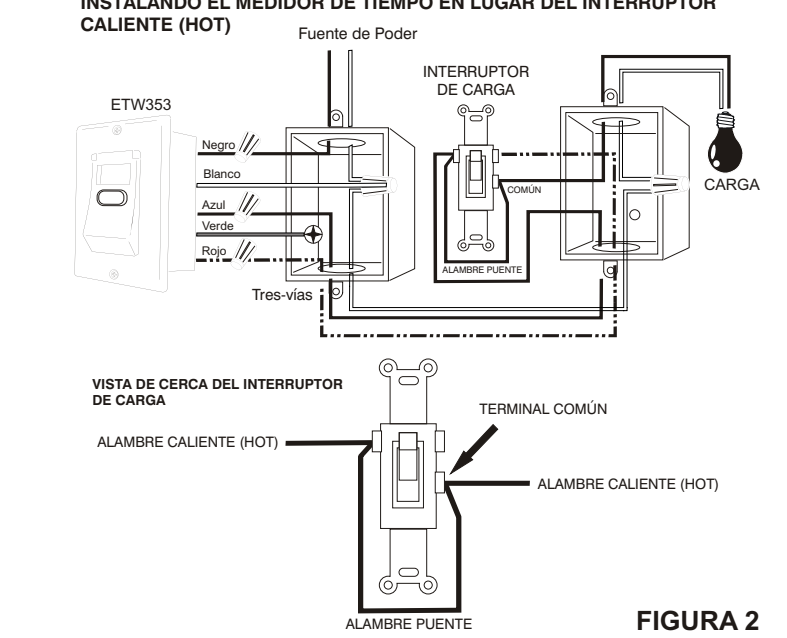

FIGURA 2
- 3 Usando las tuercas para alambre suministradas, sujete de forma segura los alambres del medidor de tiempo, a los alambres en la caja de la pared de acuerdo al diagrama en FIGURA 2.
- 6 Conecte el alambre puente al interruptor de CARGA de acuerdo al diagrama en FIGURA 2.